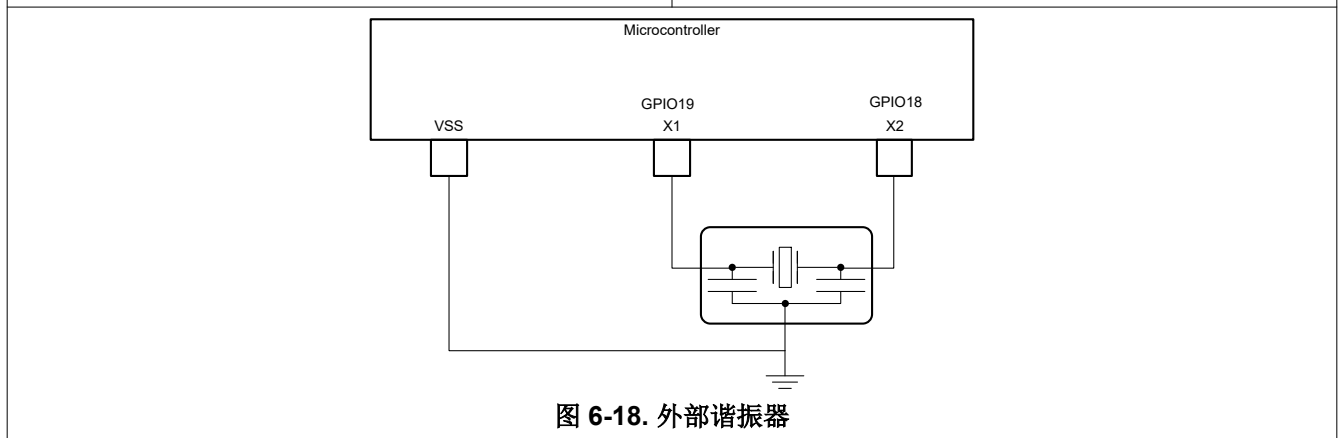

图 6-18. 外部谐振器
- 外部谐振器。如图 6-18 所示，谐振器应连接在 X1 和 X2 之间，且其接地端连接至 VSS。